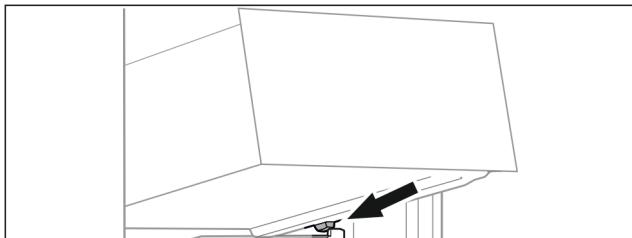

Fig. 85
- Встановити висувний ящик за стопорами на ребро для резервуару навскоси. (див. Fig. 85)